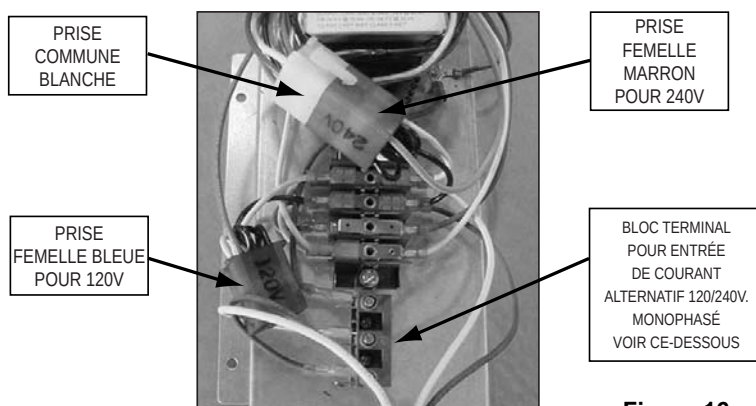

Figure 16.
- Le chauffe-eau MiniMax NT est équipé de fils pour branchement à 240 volts c.a. utilisant la prise femelle MARRON et la prise commune mâle BLANCHE, voir ci-dessous **figure 16**. Si vous voulez que le chauffe-eau soit branché sur du 120 volts, débranchez la prise femelle MARRON de la prise mâle BLANCHE, localisez la prise femelle BLEUE et branchez-la à la prise mâle BLANCHE.
Vous pouvez avoir besoin d'ouvrir la jacket (panneau supérieur) pour l'entretien du terminal de circuits comme le montrent les figures 16 et 17 (voir l'item 40 dans la vue éclatée).